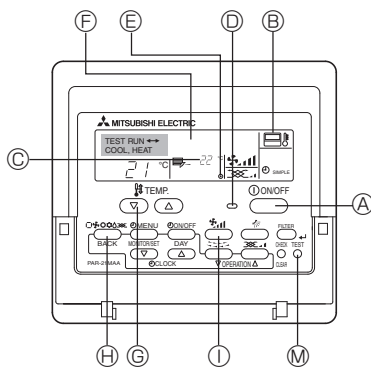

Fig. 9-2
9.2.2. Télécommande filaire (Fig. 9-2)
- ① Mettre l'appareil sous tension au moins douze heures avant l'essai de fonctionnement.
- ② Appuyer deux fois sur la touche [TEST] (ESSAI). ➔ Affichage à cristaux liquides "TEST RUN" (ESSAI DE FONCTIONNEMENT)
- ③ Appuyer sur la touche [Mode selection] (Sélection Mode). ➔ Vérifier si la soufflerie fonctionne.
- ④ Appuyer sur la touche [Mode selection] (Sélection Mode) et passer en mode refroidissement (ou chauffage). ➔ Vérifier si la soufflerie souffle de l'air froid (ou chaud).
- ⑤ Appuyer sur la touche [Fan speed] (Vitesse soufflerie). ➔ Vérifier si la vitesse de la soufflerie change.
- ⑥ Vérifier le bon fonctionnement du ventilateur de l'appareil extérieur.
- ⑦ Arrêter l'essai de fonctionnement en appuyant sur la touche [ON/OFF]. ➔ Arrêt
- ⑧ Enregistrez un numéro de téléphone.